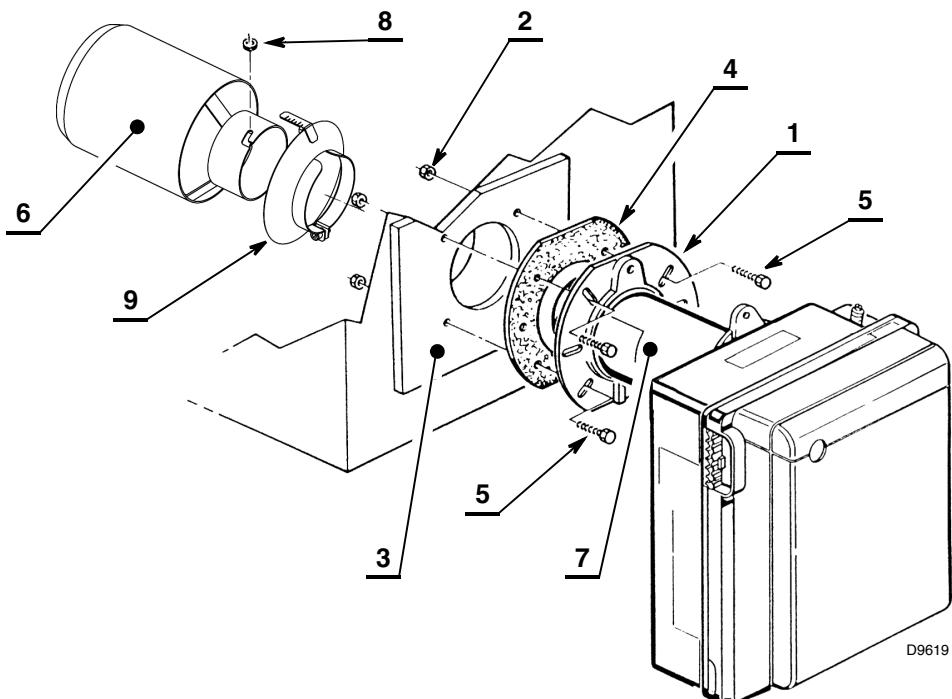

Fig. 7
- Fijar en la puerta de la caldera 3) (Fig. 7) la brida 1) con los tornillos 5) y (si es necesario) las tuercas 2) interponiendo la junta aislante 4).